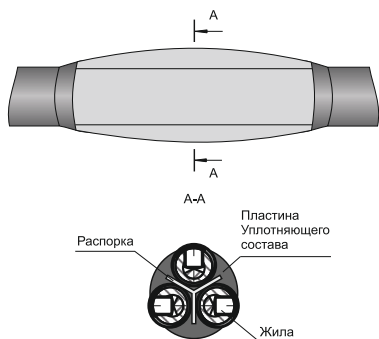

Рисунок 15
4.27 Расположить между жилами кабелей пластины уплотняющего состава (призмы), предварительно сняв с них бумагу. Пластины уплотняющего состава должны располагаться большей стороной наружу. Руками утрамбовать пластины между жилами и распоркой, а также между пальцами перчатки. Допускается подогрев пластин уплотняющего состава и распорки горелкой (рисунок 15).